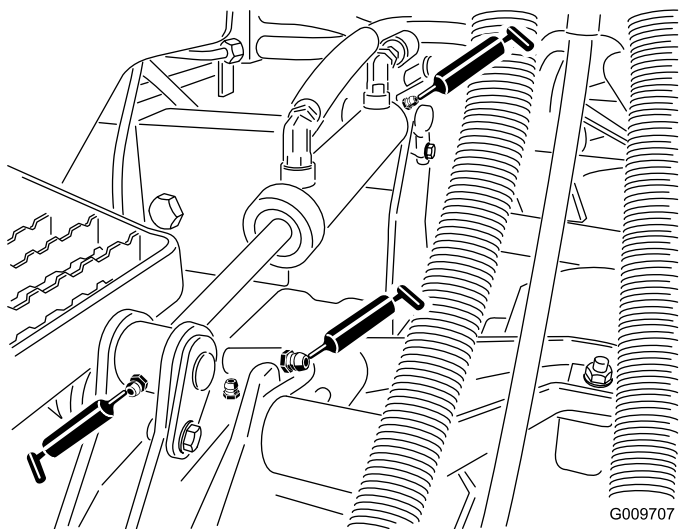

Figure 49
- Bagues de bras de levage (1 par plateau) (Figure 49).
- Bagues de vérin de levage (2 par plateau) (Figure 49).